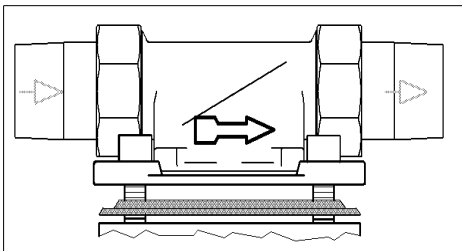

Abb. 1: Einbaudrehflansch
- Fließrichtung (siehe Abb. 1)
Der Einbaudrehflansch muss in Fließrichtung installiert werden. Diese ist durch einen eingegossenen Pfeil unter dem Gehäuse gekennzeichnet (siehe Abb. 1).